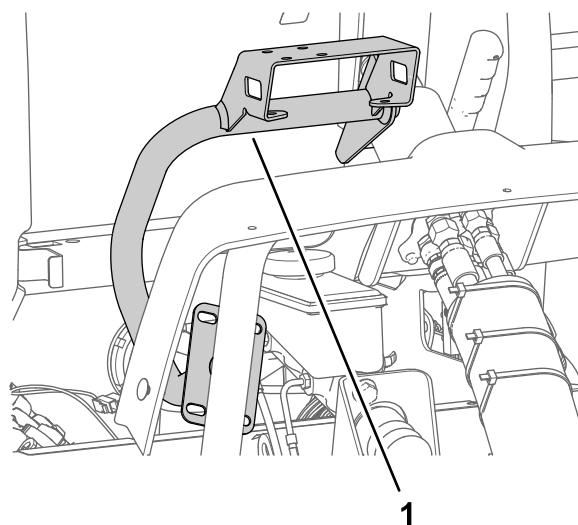

Figura 162
1. Allineate il supporto del monitor alla macchina, come illustrato nella Figura 162.